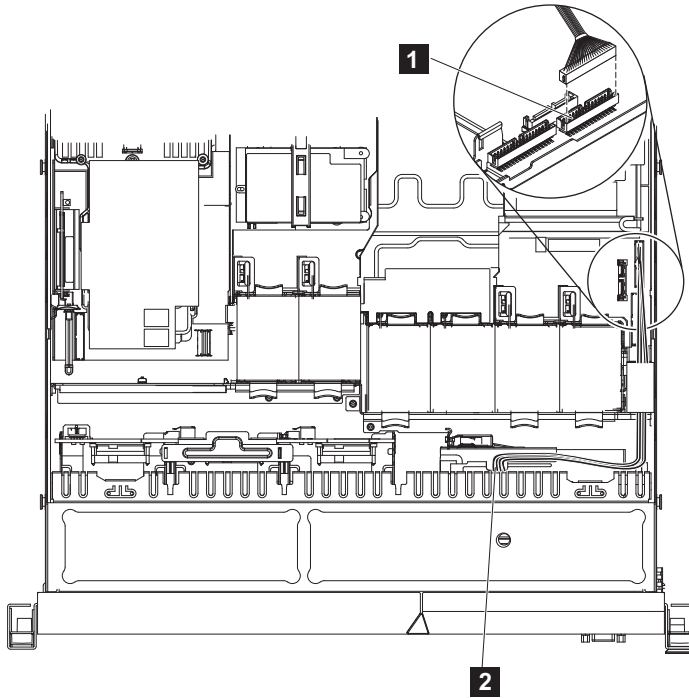

図 235. SAN ボリューム・コントローラー 2145-CG8 または 2145-CF8 オペレーター情報パネル・ケーブルの接続
2. 268 ページの図 235 に示すように、新しいケーブルをオペレーター情報パネルからノードの右側のビデオ/USB ケーブル・コネクタの上のコネクタに通します。
3. 図 235 に示すように、ノードの右側のビデオ/USB ケーブル・コネクタの上のコネクタにケーブルを接続します。